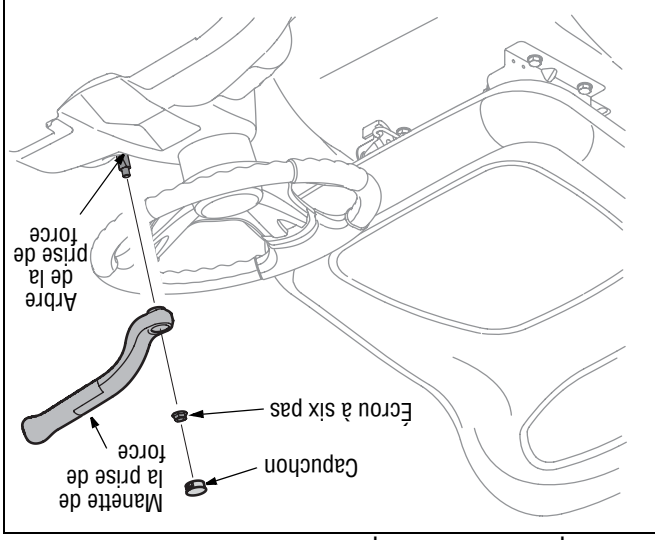

Figure 4
(1) clé à douille de 1/2 po
- Placez la manette de la prise de force sur l'arbre de la prise de force et maintenez-la en place avec un contre-écrou à six pans. Voir la Figure 4.